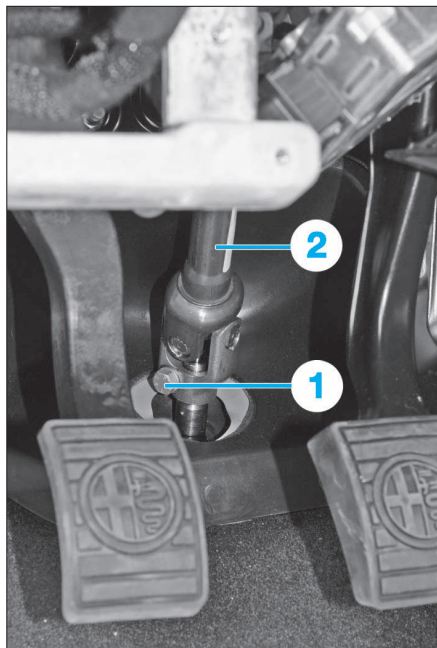

FIG. 2
- Déposer la vis de fixation (1) de l'arbre intermédiaire (2) de la colonne de direction sur le pignon du boîtier de direction (Fig.2).